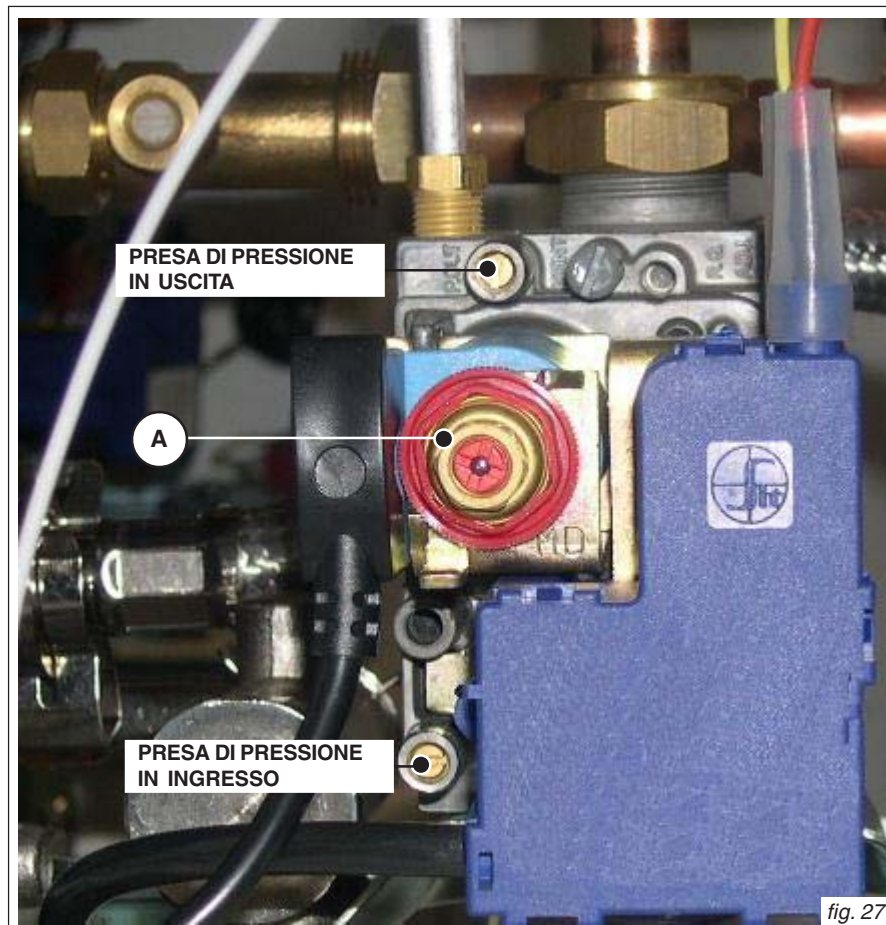

fig. 27
- Collegare un manometro differenziale facendo riferimento alle istruzioni fornite in fig. 27.
- Rimuovere il coperchio (A) che protegge il regolatore di pressione posto alla sommità della bobina modulante.